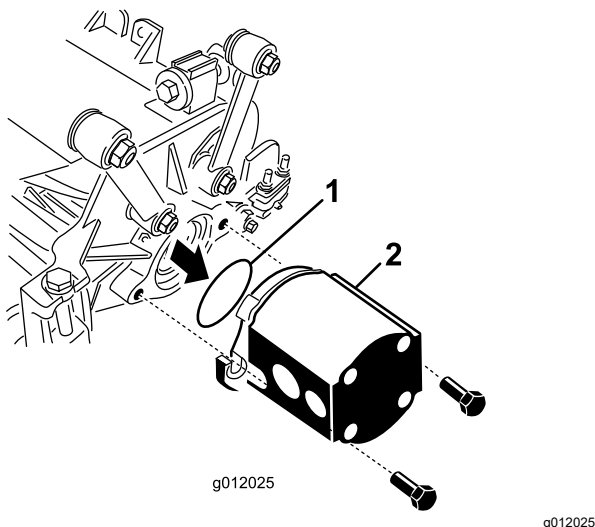

Рисунок 23
колпачковыми винтами, входящими в комплект режущего блока (Рисунок 23).
5. Установите уплотнительное кольцо (поставляемое в комплекте с режущим блоком) на фланец приводного двигателя (Рисунок 23).